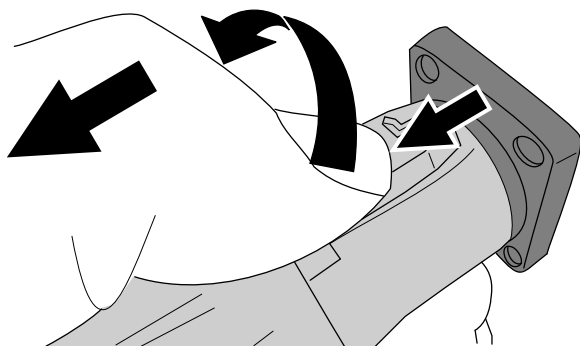

Figura 36
8. Fate scorrere all'indietro il pulsante sulla spina, ruotatela in senso antiorario ed estraetela dalla presa (Figura 36).